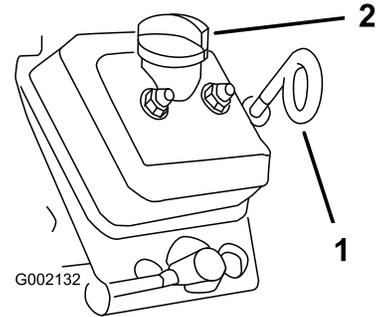

图 40
8. 清洁量油尺、加油颈盖和加油颈附近的区域然后取出量油尺图 40。
9. 取下加油颈盖然后将指定机油倒入加油颈直至油位提高到量油尺上的“已满”标记处图 40。
10. 将量油尺完全插入量油尺管然后再取出量油尺并检查油位图 40。
11. 将量油尺装入量油尺管将加油颈盖盖到加油颈上直至量油尺和加油颈盖稳固到位图 40。